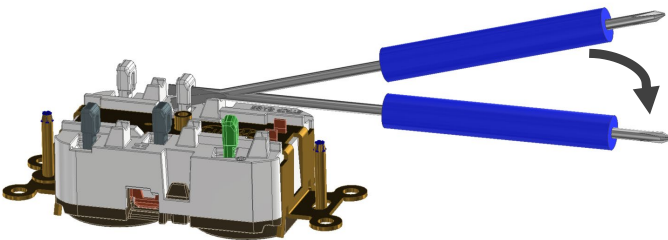

Fig. 4
- Pour soulever un plongeur de la position bas à haut, insérer un tournevis dans la fente du plongeur. À l'aide d'un tournevis de 1/8 po à 3/16 po et du point de levier fourni, soulever le plongeur jusqu'à ce qu'il soit en haut – Consulter la Fig. 4. NE PAS UTILISER DE PINCES POUR TIRER LES PLONGEURS.